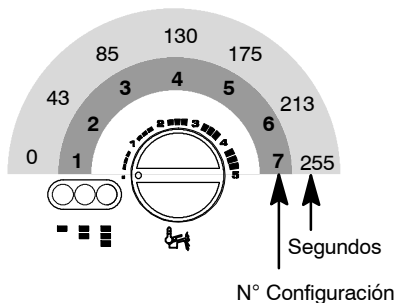

fig. 5.28
- 7 Para cambiar la configuración, hay que girar la manopla de regulación temperatura sanitarios en fig. 5.28 y posicionarla en el tiempo previamente elegido, (en la figura ejemplo manopla configurada para Frecuencia de reencendido de 1 minuto y 25 segundos); la lámpara de señalación bloqueo centellea velozmente.